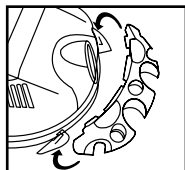

FIGURE 12
13. Appuyez vers le bas, au centre du porte-outils, jusqu'à ce que les ongles se bloquent contre la partie inférieure du couvercle. **FIGURE 12.**